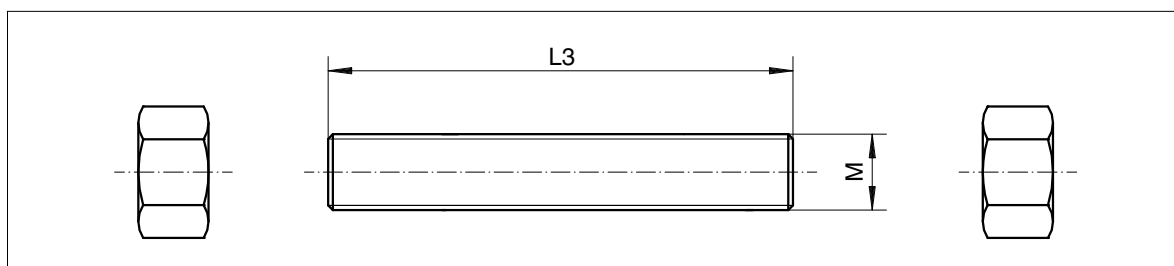

Figura 10: Barra roscada y tuercas
- 1 x Barra roscada (figura 10)
- 2 x Tuerca DIN EN 24032 (figura 10)